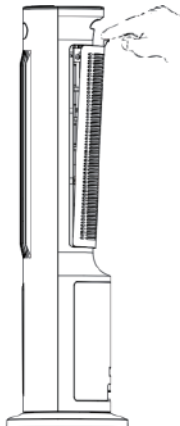

Abb.2
2. Drücken Sie, wie in Abb.2 gezeigt, den Wassertankgriff nach oben und ziehen Sie den Wassertank heraus. Sie können ihn zu 3/4 herausziehen, um direkt Wasser einzufüllen. Achten Sie beim Einfüllen von Wasser darauf, dass die eingefüllte Wassermenge die „max“-Linie nicht überschreitet. Falls erforderlich, können Sie die Wasserpumpe und den Wassertank herausnehmen, um Wasser einzufüllen, und dann den Wassertank und die Wasserpumpe wieder einsetzen, um sie zu verwenden. Der Wasserstand muss beim Einfüllen von Wasser niedriger als die „max.“-Linie und höher als die „min.“-Linie sein. Wenn kühlere Luft erforderlich ist, fügen Sie Eisbehälter (oder Eiswürfel) in den Wassertank ein. Aber Vorsicht! Der Wasserstand sollte auch nach dem Einfüllen von Eiswürfeln unter der „max.“-Linie liegen.